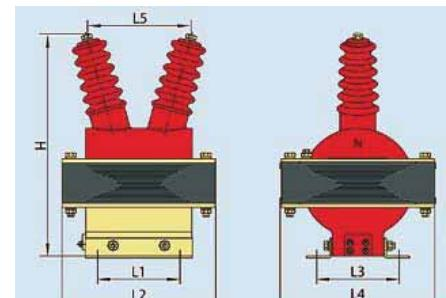

Рис. 6.1 Внешний вид и монтажные размеры трансформатора напряжения JDZ-3, 6, 10
6.1 Внешний вид и монтажные размеры трансформатора напряжения JDZ-3, 6, 10 (см. рис. 6.1, таблицу 6.1)